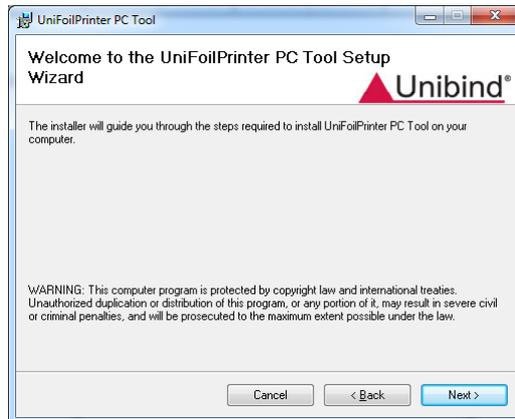

Figure 9: Ecran de Bienvenue de l'installation
2. Cliquez sur le bouton "Next" de l'écran de bienvenue (comme indiqué en figure 9)